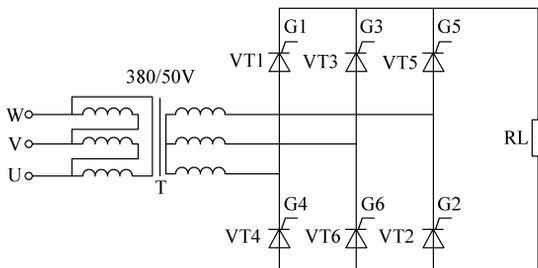
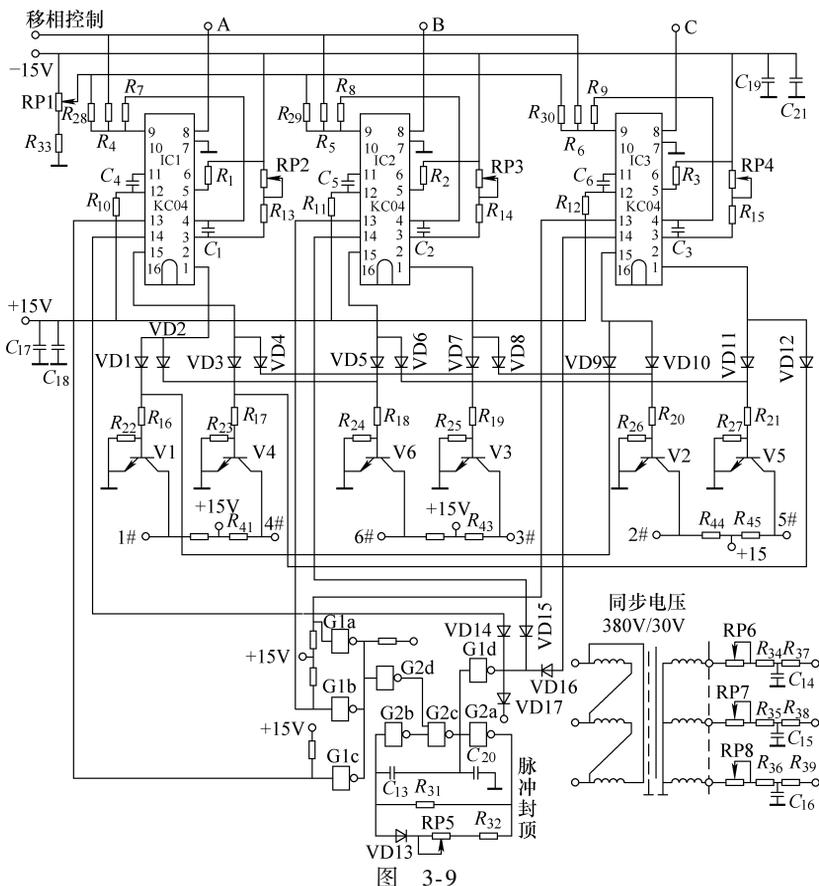

图 3-8
图 3-9
1. 识读三相桥式全控整流电路（见图 3-8 和图 3-9）。